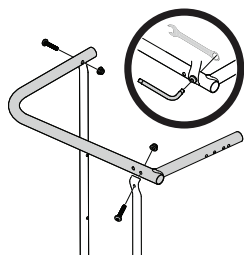

Figure 5
4. Positionnez le second tube coudé parallèlement au premier, à l'autre extrémité des long tubes droits, comme illustré à la Figure 5. Faites-le tenir en place avec deux boulons.
5. À présent, serrez bien les 4 écrous avec un tournevis Torx et une clé de 1/2 po, comme illustré à la Figure 5.